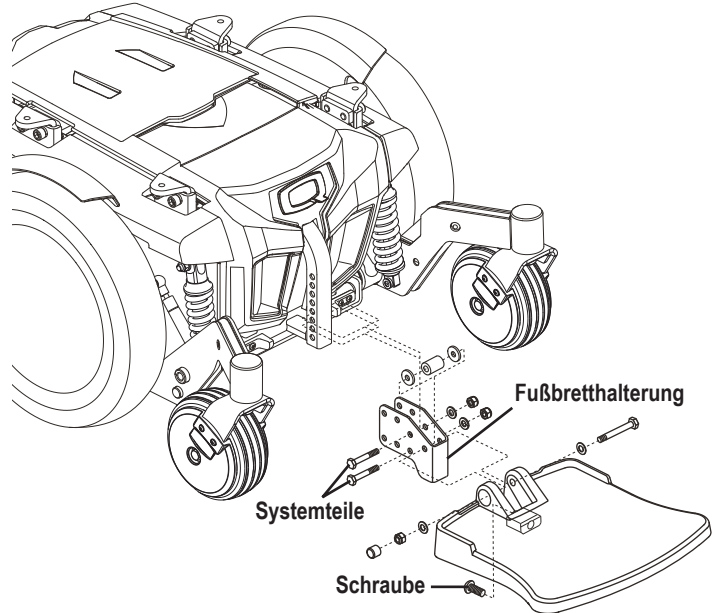

Bild 17. Einstellung des Fußbretts
1. Entfernen Sie die Systemteile von der Halterung des Fußbretts. **Siehe Bild 17.**
1. Klappen Sie das Fußbrett hoch und finden Sie die Schraube. **Siehe Bild 17.**